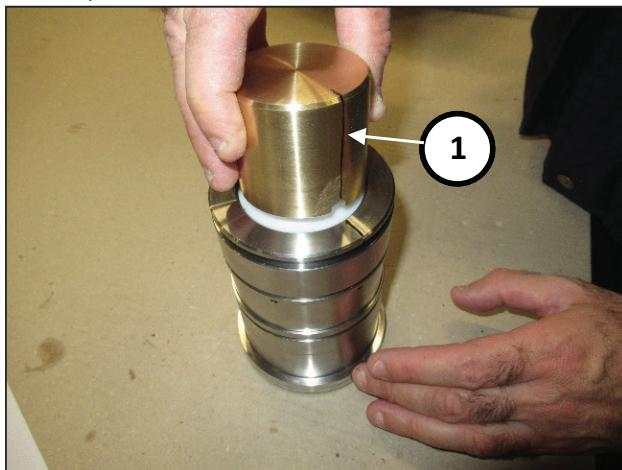

Рис. 179
Используйте внутреннюю оправку инструмента арт. 27945400, чтобы установить кольца на место (поз. ①, Рис. 179).